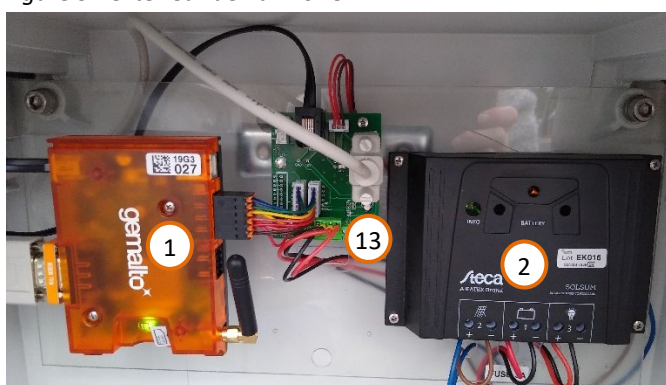
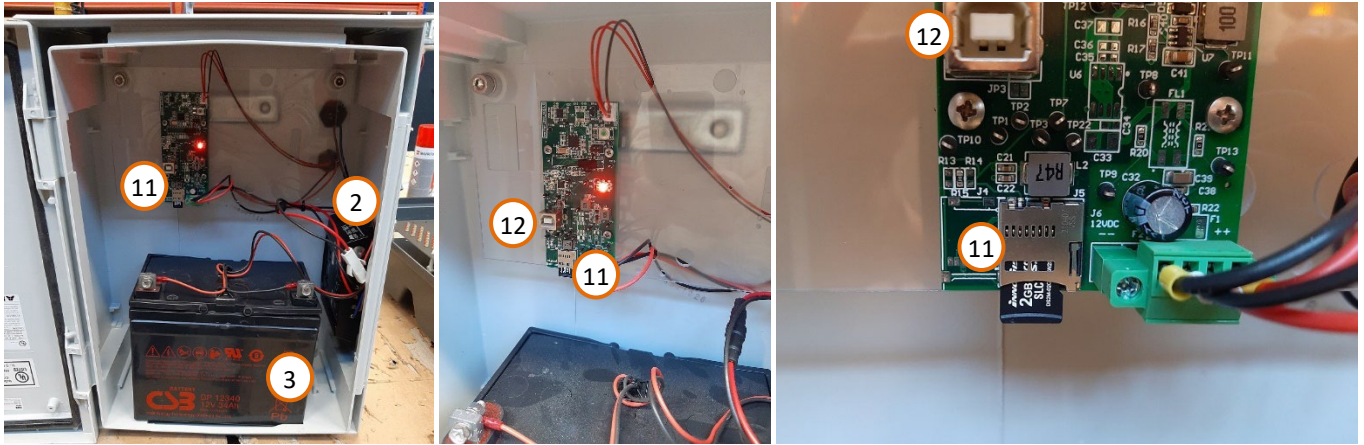

Figure 11 : intérieur de l'armoire, connexions
Figure 13 : coffret avec lecteur de carte SD
1. Installez l'armoire au pied du poteau, sous le TMA-3B3. Insérez des colliers d'un diamètre adéquat dans le support (10) à l'arrière de l'armoire.
3. Figure 11, p. 9, repère 7) ou une carte SD dans le lecteur (Figure 13, repère 11).
- Il doit être déconnecté du modem (Figure 11, repère 13) et connecté à un PC équipé d'un port série (ou via un adaptateur USB-Serial (RS-232)).
- Pour les armoires équipées du lecteur de carte SD optionnel, la configuration se fait à l'aide du port USB-B (Figure 13, repère 12).